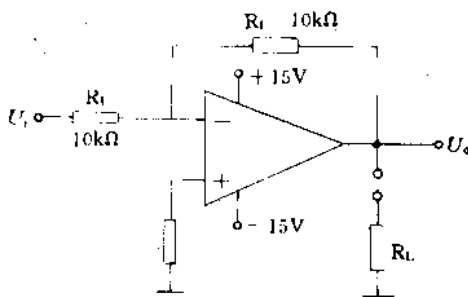

图 2-1
实验电路如图 2-1 所示。
1. 在测量图 2-1 电路的输入电阻 R_{if} 时，可在 R_i 前串接一个电阻 R_s ，试问 R_s 的阻值应如何选取？